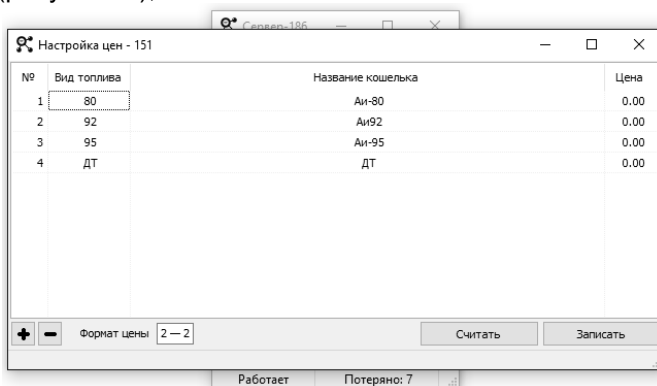

Рисунок 31
- настройку соответствия между двузначным цифровым кодом топлива, который используется в конфигурации рукавов, и строковым значением кошелька в БД, которое используется при регистрации заказов в БД (рисунок 31);